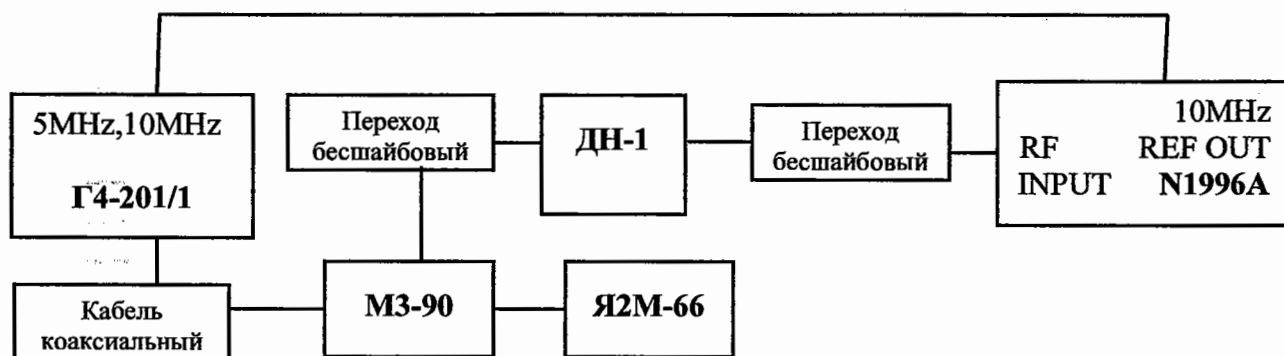

Рис. 14.5.
14.6.3.8 Определение абсолютной погрешности измерения амплитуды сигнала проводится методом прямых измерений известного значения мощности анализатором спектра. Измерения проводятся на частоте 120 МГц по схеме с жёстким соединением представленной на рис.14.5.
14.6.3.9 Определение абсолютной погрешности из-за нелинейности шкалы анализатора проводится путем сравнения изменения показаний маркера с известным изменением входного уровня (с помощью внешнего образцового аттенюатора ДН-1). Измерения проводятся на частоте 50 МГц по схеме с жёстким соединением представленной на рис.14.5 исключив МЗ-90.